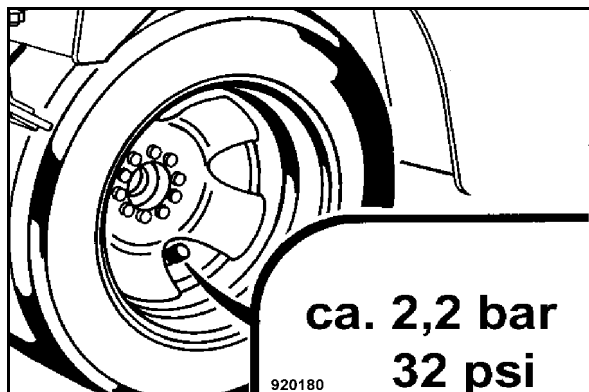

Fig. 177
- Contrôler la pression de gonflage à la valve au moyen d'un manomètre (Fig. 177).